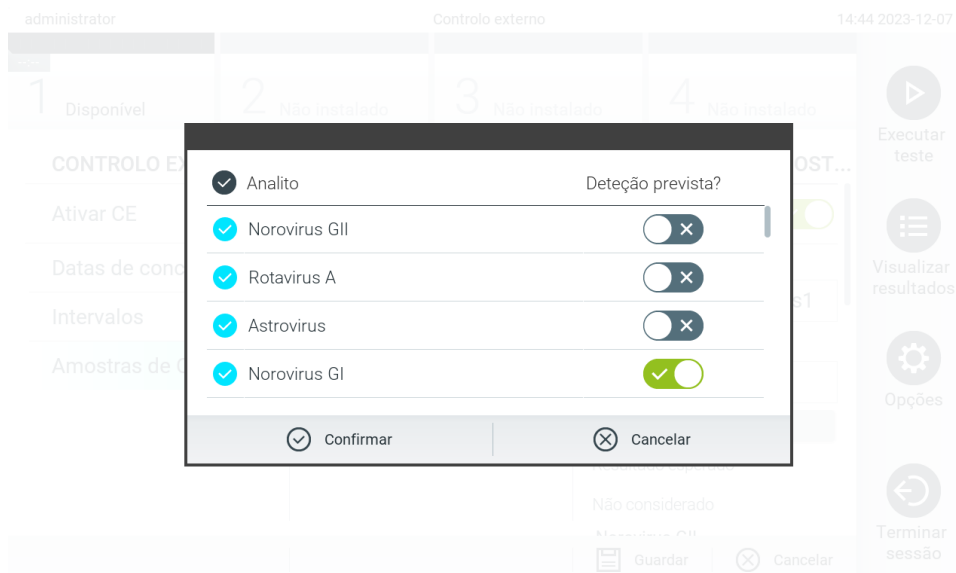

Figura 79. Ecrã de configuração de amostras do controlo externo.
10. Selecione Configure (Configurar) para editar os analitos num teste de controlo externo (Figura 78). Na configuração das amostras do controlo externo, é possível determinar se um analito é considerado para a execução do controlo externo e se é esperada uma deteção (Figura 79).